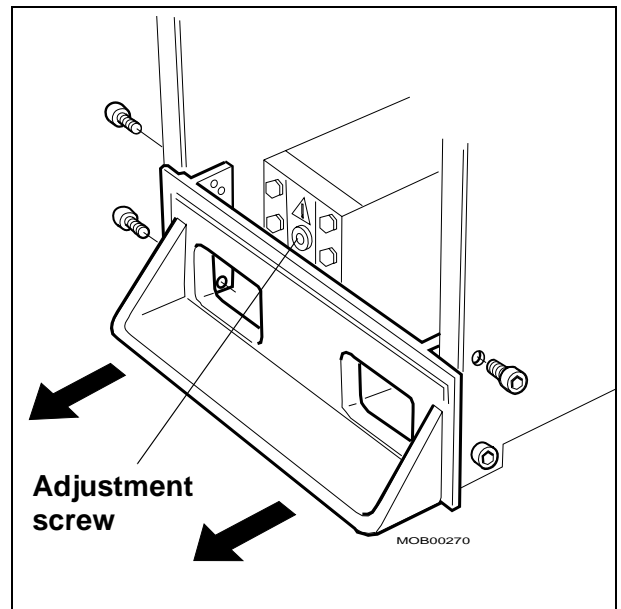

Fig. 11
- Remove the tilt bar (Fig. 11).